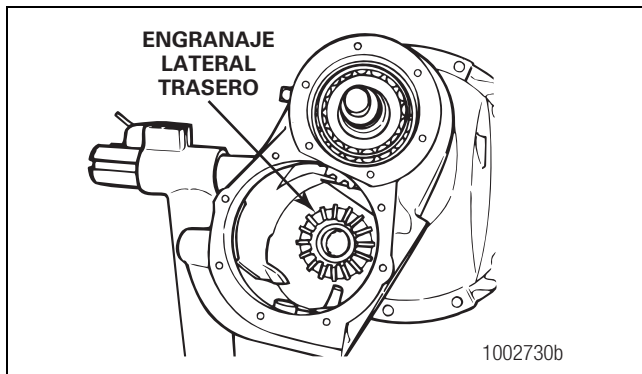

Figura 3.25
10. Retire del portadiferencial el engranaje lateral trasero y el cono del cojinete. Retire el collar. Figura 3.25.